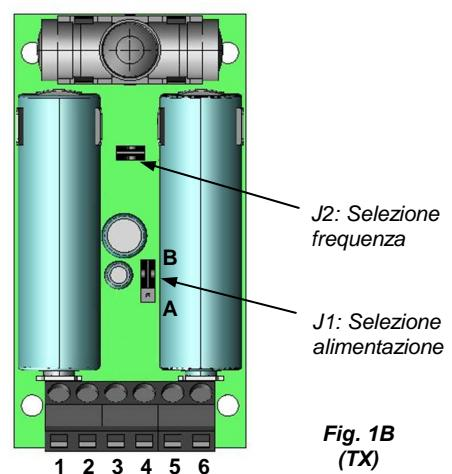

Fig. 1B
- Eseguire i collegamenti come indicato nei paragrafi precedenti e selezionare l'alimentazione del trasmettitore tramite l'apposito jumper (J1, Fig. 1B):
- Collegare all'apposita morsettiera (morsetti 3 e 4, Fig. 1B) il contatto della costa o della sicurezza esterna al trasmettitore.
- Collegare all'apposita morsettiera (morsetti 5 e 6, Fig. 1B) il contatto della costa resistiva 8K2 esterna al trasmettitore.